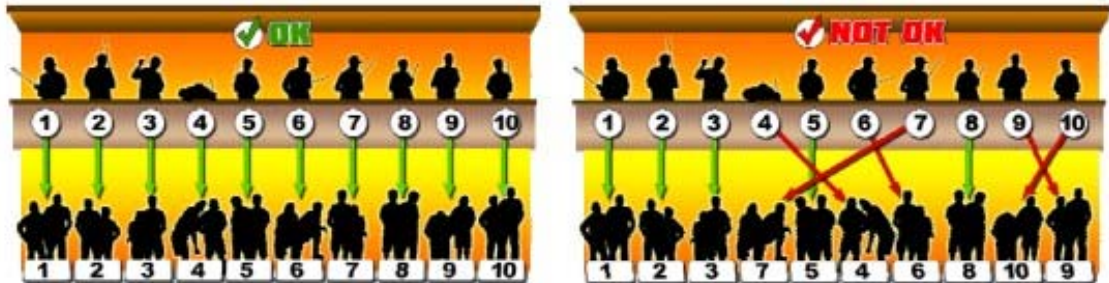

Figura 21: Disposizione dei Meccanici e dei Piloti nel palco
**6C.9.16.** Prima della partenza della Finale A di ciascuna categoria, il Direttore di Gara chiamerà i Piloti in ordine di partenza, il pilota dovrà salire sul palco e scegliersi il posto di maggiore preferenza per la sua guida, successivamente, i Meccanici (o Meccanico) ad esso associato, dovranno occupare, ove possibile, la casella della corsia dei box di rifornimento corrispondente e situata sotto al Pilota. Per una maggiore chiarezza di esposizione si faccia riferimento alla Figura 21